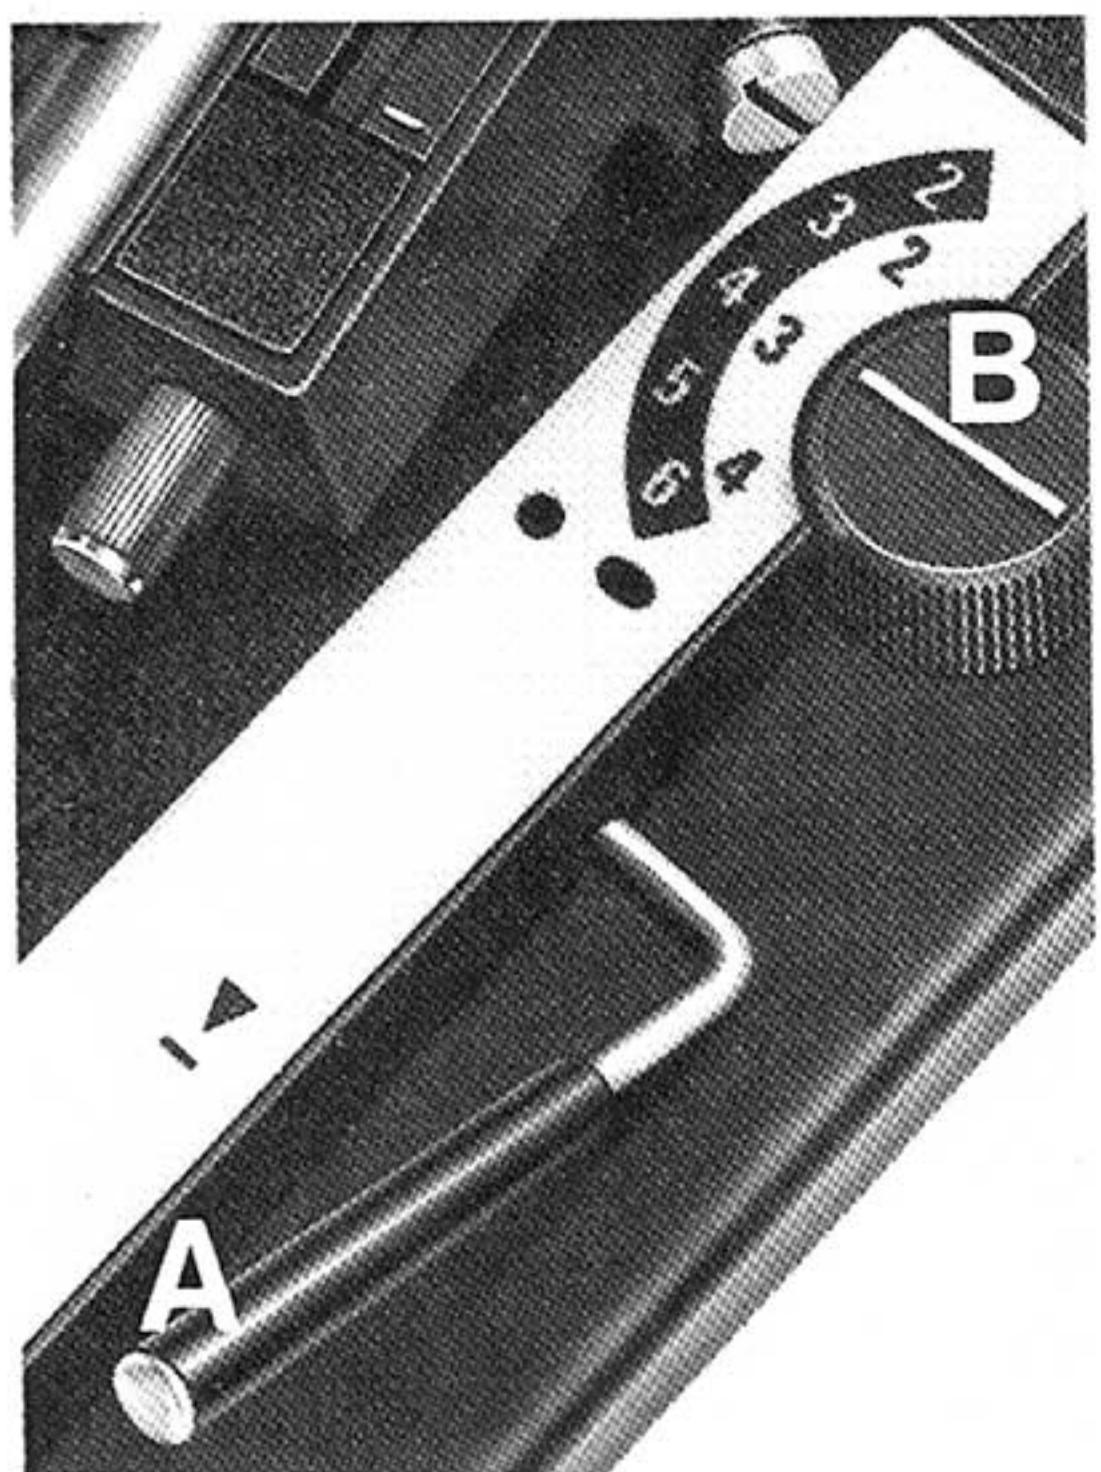

Fig. 2 CUEING LEVER AND BIAS COMPENSATOR
**2. Control Compensador de Fuerzas Laterales del Brazo.** Una vez que se haya seleccionado el peso de la cápsula el control compensador de fuerzas laterales del brazo (Fig. 2, B) se ajusta al numero que corresponda al del peso de la cápsula. El control es de ajuste continuo de forma que se pueden seleccionar posiciones intermedias entre los numeros indicados.
2. **Système anti-skating.** Lorsque la force d'appui du saphir est déterminée, régler l'anti-skating au chiffre correspondant à cette force. Il est possible de régler le contrôle anti-skating (Fig. 2, B) entre les chiffres indiqués.